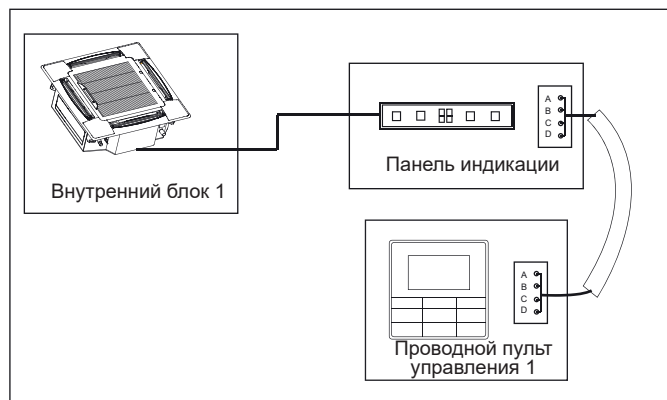

Рисунок 6.9
- Используйте 1 проводной пульт для управления 1 внутренним блоком (см. рисунок 6.9).